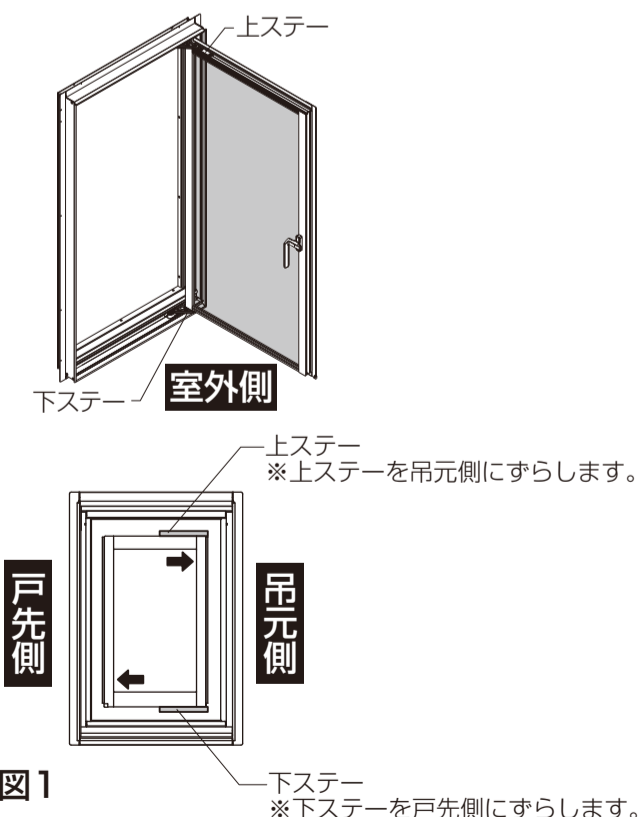

図1
- ※ 上・下のステーの固定穴は長穴になっています。戸先が下がっている場合は、図1のようにステーの位置を調整してください。